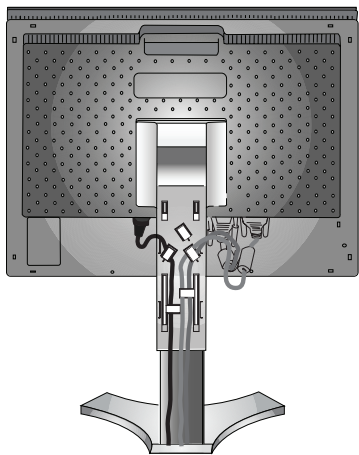

Figura C.2
5. Para mantener los cables bien ordenados, colóquelos en el sistema de conducto para cables incorporado en el soporte. Introduzca el cable de alimentación en sus corchetes correspondientes, como se indica en la **figura C.2**.
Coloque el cable DVI y el cable de señal mini D-SUB de 15 clavijas en los corchetes, como se indica (**figura C.2**).
6. Asegúrese de que todos los cables quedan bien alineados con el soporte en toda su extensión (**figura C.2**). Mientras lo esté haciendo, compruebe que la pantalla del monitor se puede inclinar, subir, bajar y girar bien.